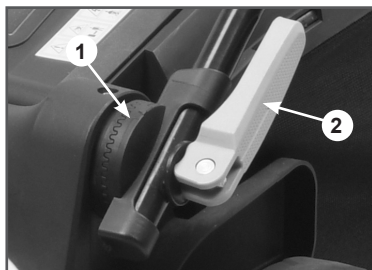

Рис. 3 Установка высоты рабочей рукоятки
4. Установите требуемую высоту рукоятки при помощи зубчатого основания рукоятки 1 (Рис. 3). Для этого отверните рычаг эксцентрикового фиксатора 2, отсоедините основание 1 от корпуса газонокосилки и установите его в требуемое положение, затем заверните рычаг 2 (Рис. 3). Повторите действия со вторым основанием рукоятки.